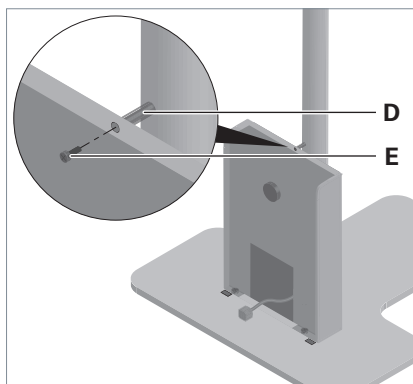

Fig. 3: Fixer la douille.
- Maintenez la douille **D** entre l'unité d'alimentation et le bras vertical et fixer l'unité d'alimentation avec les vis livrées **E**, voir Fig. 3.